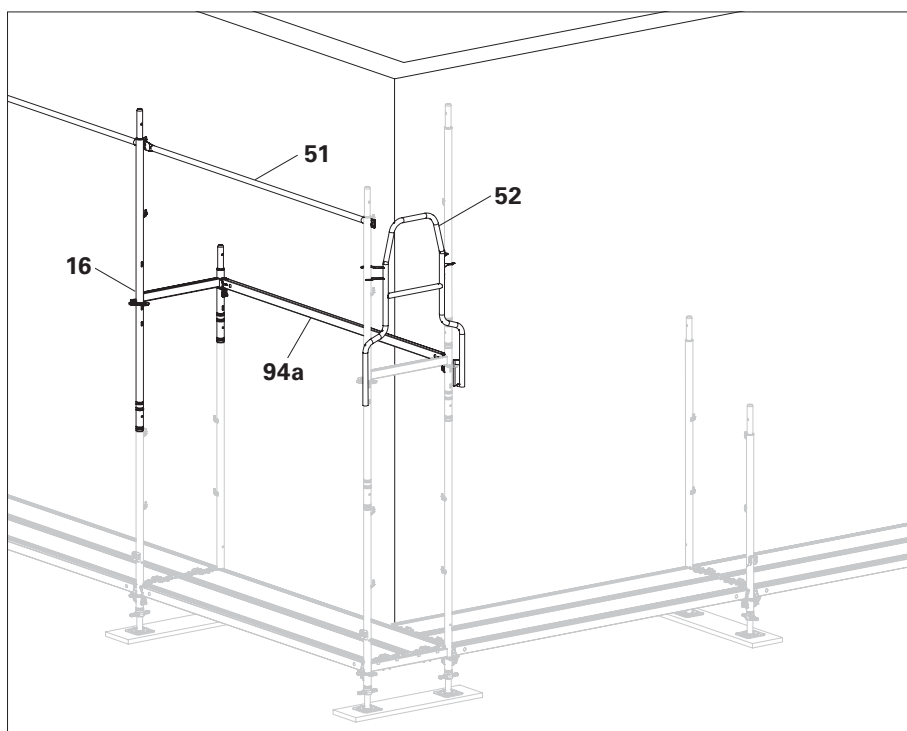

Bild B6.02
7. Sätt fast Easy-ram EVF (16) med skyddsdräcke EPG (51) på nästa ramdrag.
8. Montera förlöpande fronträcke UPA 67 (52).
9. Montera horisontalbalk UH Plus (94a) på insidan av det genomgående ställningsfacket. Slå fast kilar. (Bild B6.02)